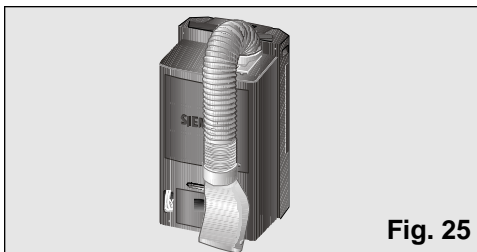

Fig. 25
- ❑ Para ello doblar el tubo hacia la parte trasera del equipo y sujetarlo por el enganche difusor, **Fig. 25 y 26**.